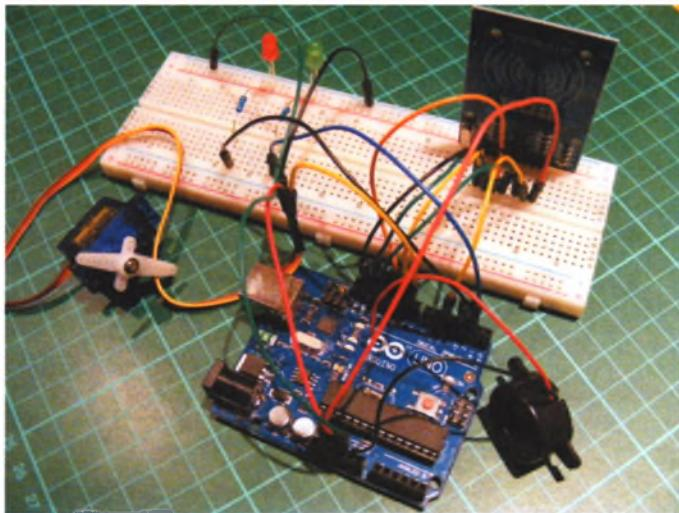

РИСУНОК 23.5
8. Подключите пьезоизлучатель к Arduino: красный провод к контакту 8, а черный — к контакту GND платы Arduino. Теперь цепь должна выглядеть примерно так, как показано на рис. 23.5.